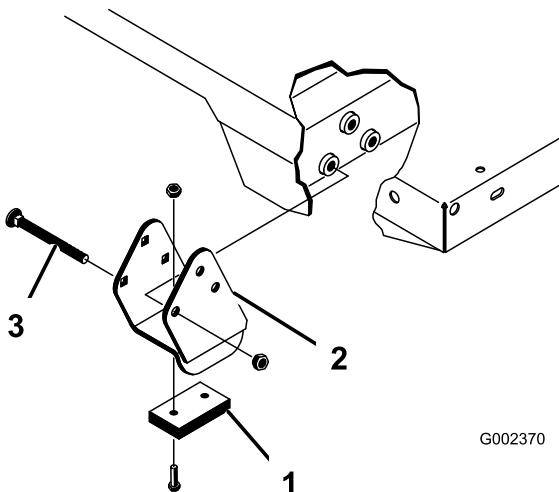

Bild 32
**Hinweis:** Stellen Sie sicher, dass die Distanzstücke und die Verschleißblöcke (Bild 32) so eingesetzt sind, dass die Köpfe der Schlossschrauben an der Innenseite der Maschine sind.
2. Setzen Sie die Pritsche vorsichtig auf den Fahrzeugrahmen. Richten Sie die hinteren Schwenkplattenlöcher der Pritsche mit den Löchern am hinteren Rahmenkanal aus und montieren Sie die zwei Lastösenbolzen und Klappstecker (Bild 32).
3. Befestigen Sie bei abgesenkter Pritsche jedes Ende der Zylinderstange mit einem Lastösenbolzen und einem Klappstecker an den entsprechenden Einschüben in den Befestigungsplatten der Pritsche. Setzen Sie den Lastösenbolzen von der Außenseite der Pritsche ein. Der Klappstecker sollte außen (Bild 32). Die hinteren Einschübe sind für die Montage der großen Pritsche und die vorderen Einschübe sind für die Montage der 2/3 Pritsche gedacht.